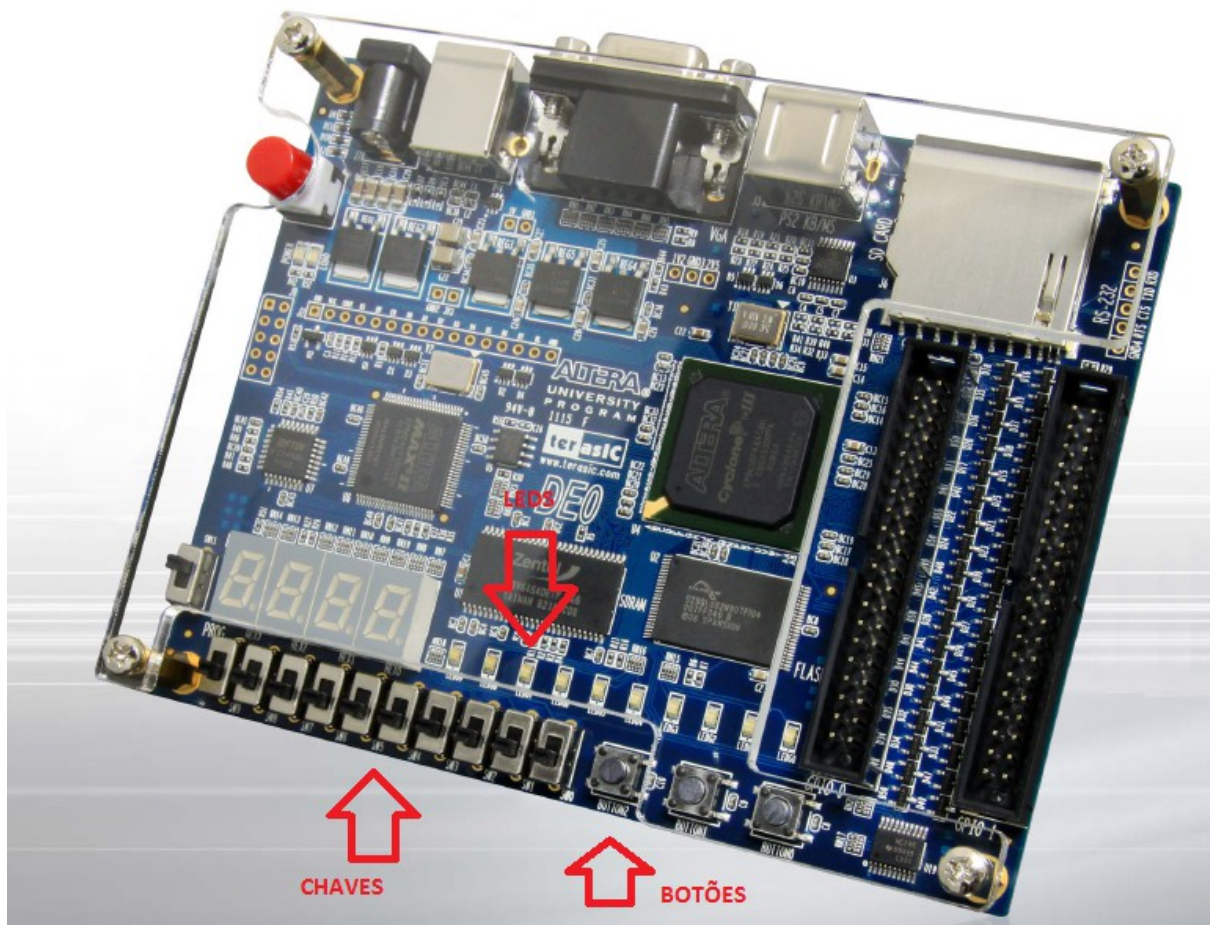

Figura 2: Kit de desenvolvimento DE0 usado no desenvolvimento da máquina de café.
O controle da Máquina de Café é feito através do monitoramento de sensores e botões, conforme mostra a Figura 2. Os sensores de nível são representados naquela Figura por círculos na cor cinza e com a letra N em seu interior. Eles “medem” a quantidade de pó em cada reservatório (café, leite e chocolate). Cada reservatório pode armazenar pó suficiente para 10 porções. Se faltar pó em algum dos reservatórios, o LED chamado de REPOSIÇÃO deve ser aceso e não liberar a máquina para preparar nenhum bebida enquanto não for feita a reposição do pó em falta no respectivo reservatório da máquina.
Das 06 válvulas mostradas na Figura 2, apenas 05 são controladas pelo sistema embarcado: são as
*Ilustração 3: Figura 2 - Controle interno da máquina de café.*